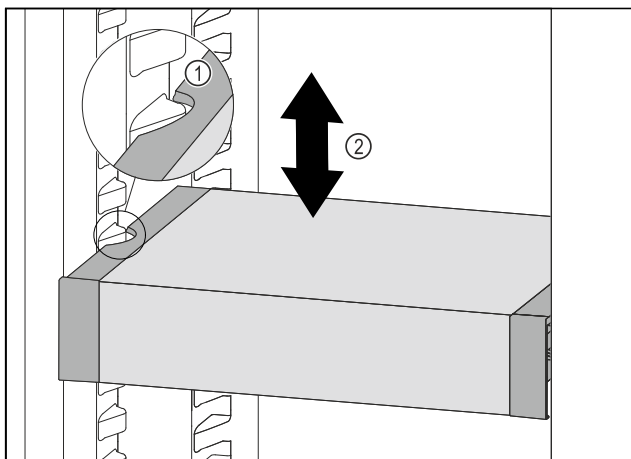

Fig. 113
- Predal VarioSafe povlecite v smeri naprej, dokler nista stranska izreza predala VarioSafe na višini nastavka za posodo v hladilniku. Fig. 113 (1)
- Predal VarioSafe premikajte v hladilniku gor ali dol, dokler ne dosežete želene višine. Fig. 113 (2)